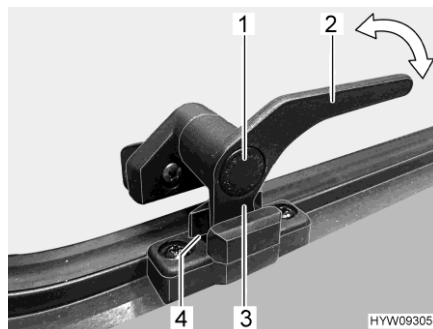

Fig. 65 Levier de verrouillage (position "Aération permanente")
- En position "Aération permanente" (Fig. 65)
- Enfoncer le bouton de sécurité (Fig. 65,1) et le maintenir enfoncé.
- Tourner le levier de verrouillage (Fig. 65,3) d'un quart de tour vers le centre de la fenêtre.
- Remettre le levier de verrouillage en position initiale. Le tenon de verrouillage (Fig. 65,3) du levier de verrouillage doit pénétrer alors dans le logement prévu à cet effet dans le verrouillage de fenêtre (Fig. 65,4).
- Relâcher le bouton de sécurité (Fig. 65,1).